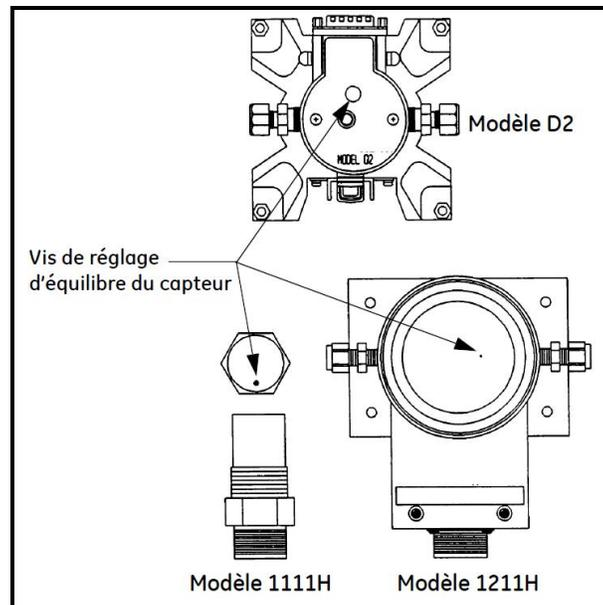

Figure 5-3: Position de la vis de réglage de l'équilibre
5. Si le carré n'est pas au centre de la barre d'équilibre, utilisez le tournevis ou la clé à six pans pour ajuster la vis de biais optique (voir Figure 5-3 ci-dessous) sur le capteur jusqu'à ce que le marqueur soit au centre de la barre. Vous effectuez un ajustement grossier de l'équilibre.